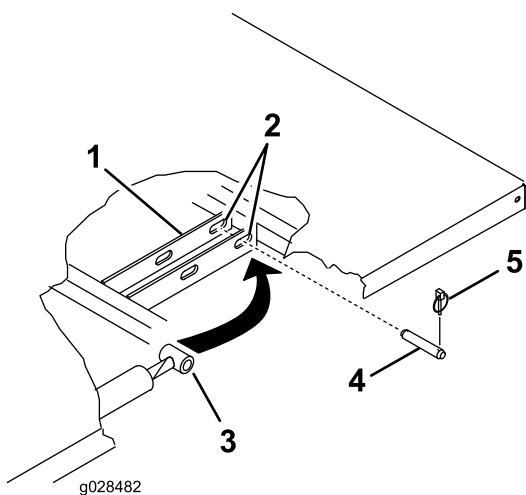

Figura 5
7. Inserite il perno con testa dall'esterno del pianale, con l'acciarino posto verso l'esterno (Figura 5).